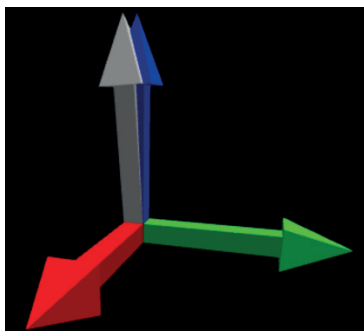

Рис. 12.18. Вектор акселерометра
7. Загрузите код в Raspberry Pi и запустите с помощью `python accelerometer_vector.py`. Запустите ваш браузер, чтобы увидеть вывод, как на рис. 12.18.
На рис. 12.18 показаны три цветные стрелки: красная для оси X (указывающая на смотрящего), зеленая для оси Y (указывающая влево) и синяя для оси Z (указывающая вверх). Серая стрелка показывает вектор акселерометра. Она указывает вверх, что говорит нам о том, что вектор акселерометра направлен против вектора гравитации.